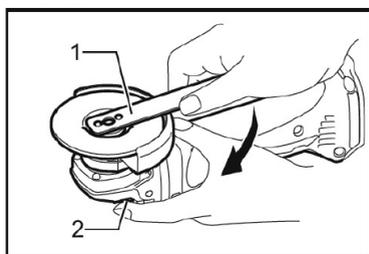

рис. 2
3.2.1 Выбрать круг, для предполагаемого вида работы, и зажимным фланцем зафиксировать его, с помощью входящего в комплект ключа, на шпинделе (рис.2).
4.2 Монтаж рабочего круга следует осуществлять при извлеченной аккумуляторной батарее. Зафиксировав шпиндель нажатием кнопки механизма стопора, установите круг в соответствие с рис.2. Для закручивания зажимного фланца, используйте ключ, имеющийся в комплекте поставки. Не прилагайте чрезмерного усилия при затяжке. Проверьте вращение шпинделя с кругом (вращение должно быть свободным).